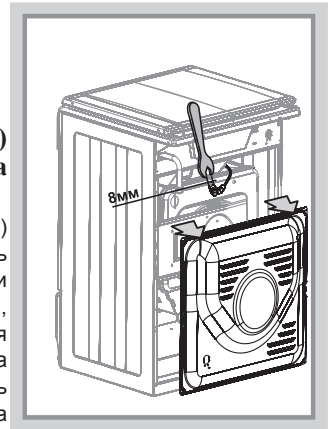

Рис.18
- при помощи ключа выкрутить и заменить сопло (рис.18)